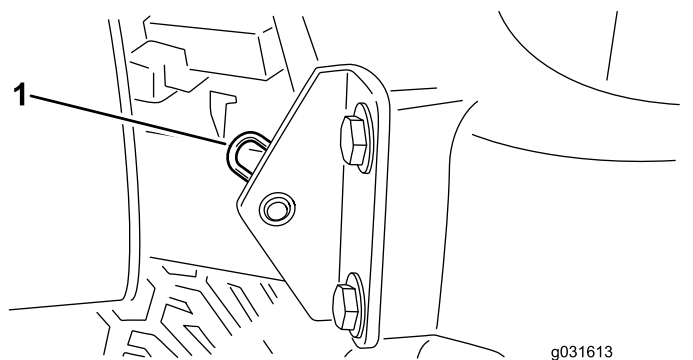

Рисунок 76
2. Снимите игольчатый шплинт крепления оси поворота капота к монтажным кронштейнам (**Рисунок 76**).